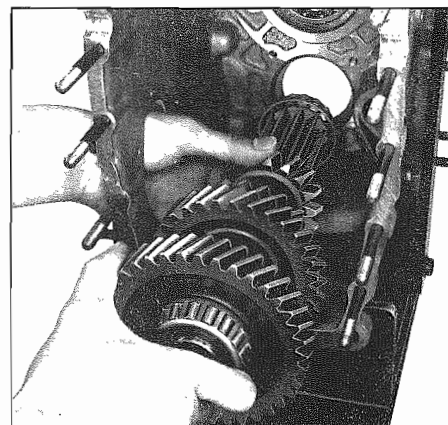

Fig. 40 - Albero secondario nella scatola posteriore
- Premere nei fori delle scatole anteriore e posteriore gli anelli esterni dei cuscinetti (302) dalla parte del diametro interno maggiore. Mettere l'albero secondario nella scatola posteriore (Fig. 40). Applicare la scatola anteriore e fissarla alla posteriore con almeno 8 dadi. Montare e fissare il coperchio tachimetro. Con un martello di plastica battere in direzione del coperchio tachimetro l'albero secondario e gli anelli esterni dei cuscinetti.
- Insert outer races of roller bearings (302) with larger ID's first into bores of housing front end and housing rear end. Place countershaft into housing rear end (Fig. 40). Mount housing front end and attach with at least 8 nuts to rear end. Mount tachometer cover and also attach. Knock countershaft as well as bearing outer races with a plastic hammer in the direction of the tachometer cover.